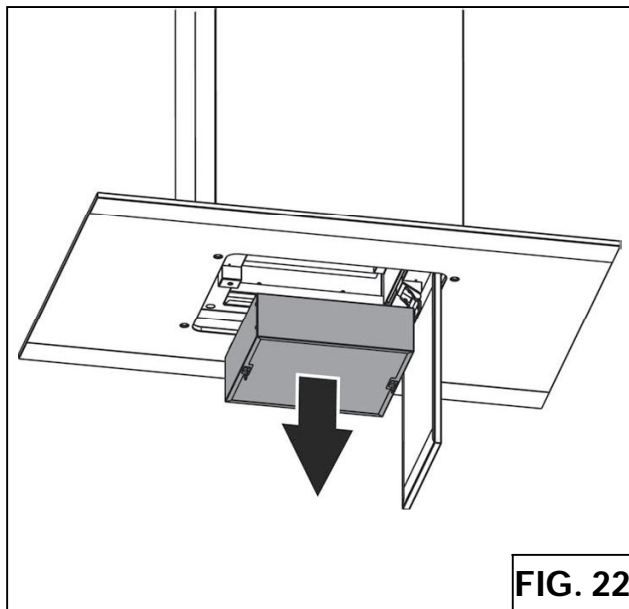
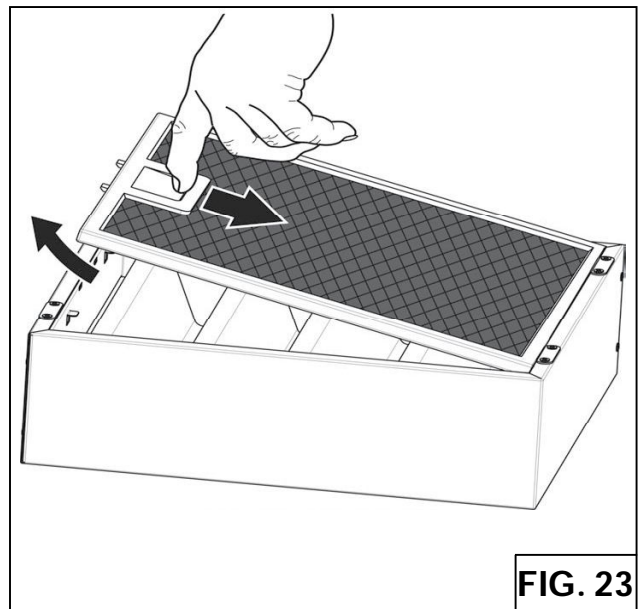

FIG. 22
FIG. 23
3. Tirez sur la poignée (Fig.22) pour dégager le filtre à graisse. Déroulez le filtre à ondes en utilisant les poignées latérales (Fig.22) et voir la page 23 pour les instructions de nettoyage.
2. Retirez le filtre à ondes (Fig.22) à l'aide des manipulations latérales et activer le filtre de charbon de bois comme le montre la figure 23.